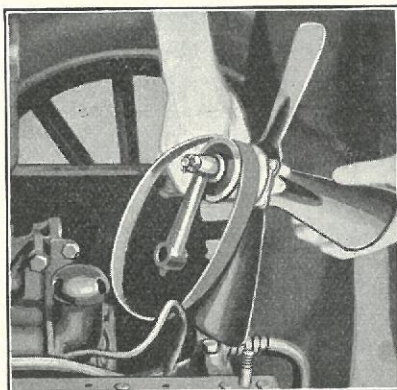

Fig. 23
- (c) Fjern Ventilator og Ventilatorrem (se Fig. 23).